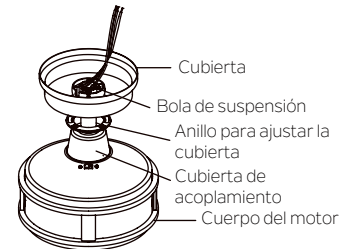

Fig. 9
Paso 5. Deslice la cubierta del acoplamiento, el anillo de ajuste del dosel y el dosel sobre la varilla. Vuelva a instalar con mucho cuidado la bola de suspensión en la varilla. Asegúrese de que el pasador transversal esté en la posición correcta y que los tornillos de fijación estén apretados y que los cables no estén torcidos. (Fig.9)